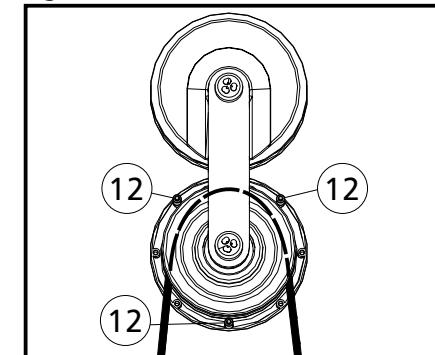

Figura 4-9
2 - Feita a passagem do cabo (H) pelo conjunto de roldanas (G) passe o cabo pelas roldanas em baixo (Figura 4-9 e 4-10). Observe a posição dos pinos trava do cabo de aço, caso seja necessário afrouxe os parafusos para fazer a passagem do cabo.